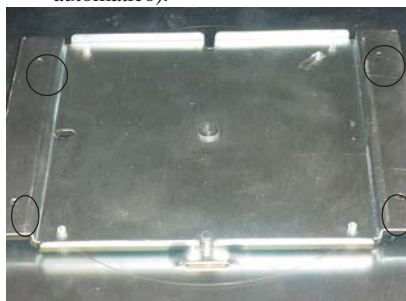

Figura 8. Ubicación de los agujeros de montaje del dispensador.
- Refiérase a la Figura 8. Alinee los cuatro hoyos en la base del mecanismo que distribuye con los cuatro hoyos en el plato giratorio que rebordea las orillas. Asegure el mecanismo que distribuye al plato giratorio con cuatro, #6-32 x x5/16 tornillos suministrados en el equipo de accesorio del ATM (de cajero automático).